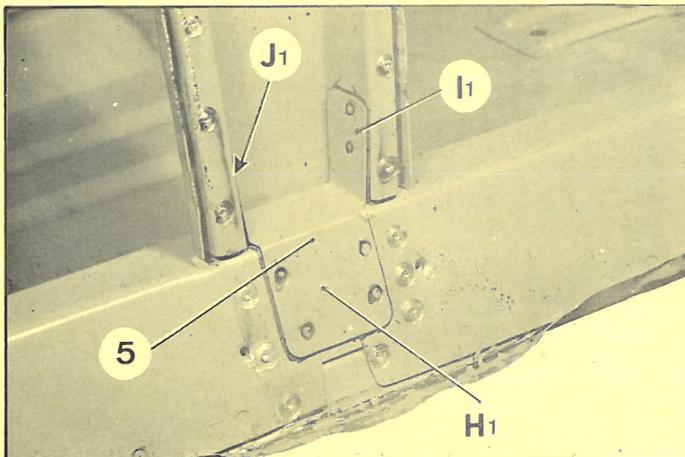

Fig. 16
19. Assembler la doublure de pied milieu et son gousset (5) sur le bas de caisse (fig. 16)
Souder par points (fig. 16)
Braser le bord des tôles du gousset (5) sur le bas de caisse. (fig. 16)